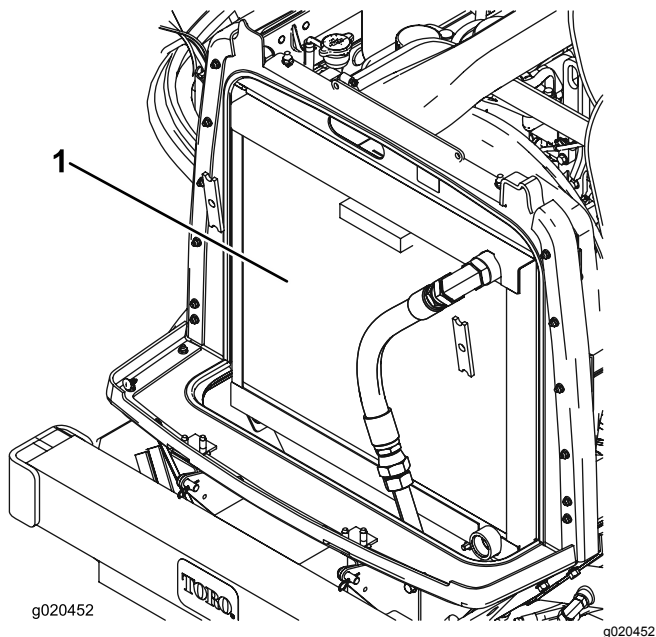

Figura 93
3. Pulite accuratamente entrambi i lati dell'area del refrigeratore dell'olio e del radiatore utilizzando aria compressa (Figura 93).